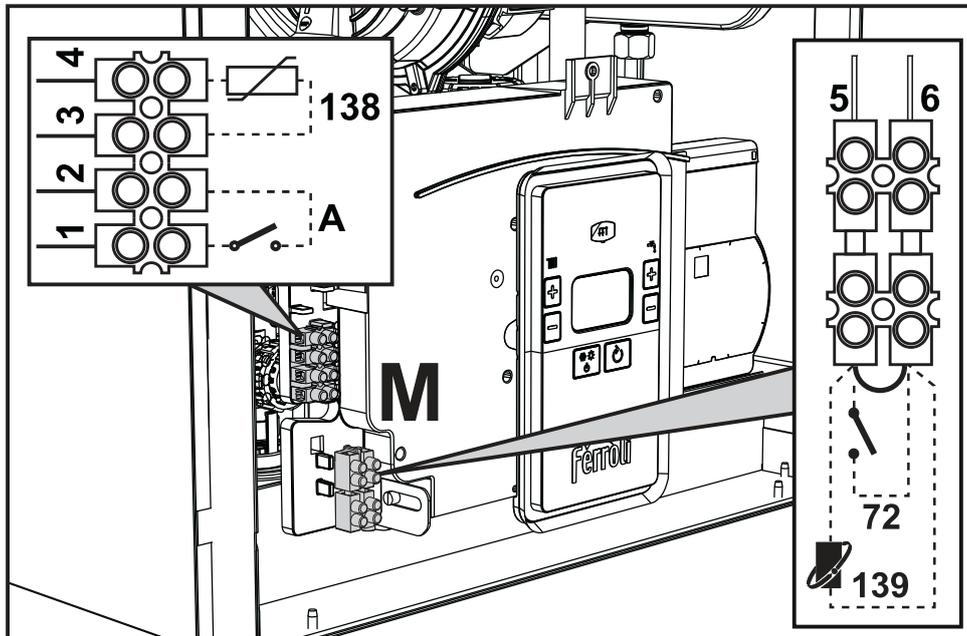
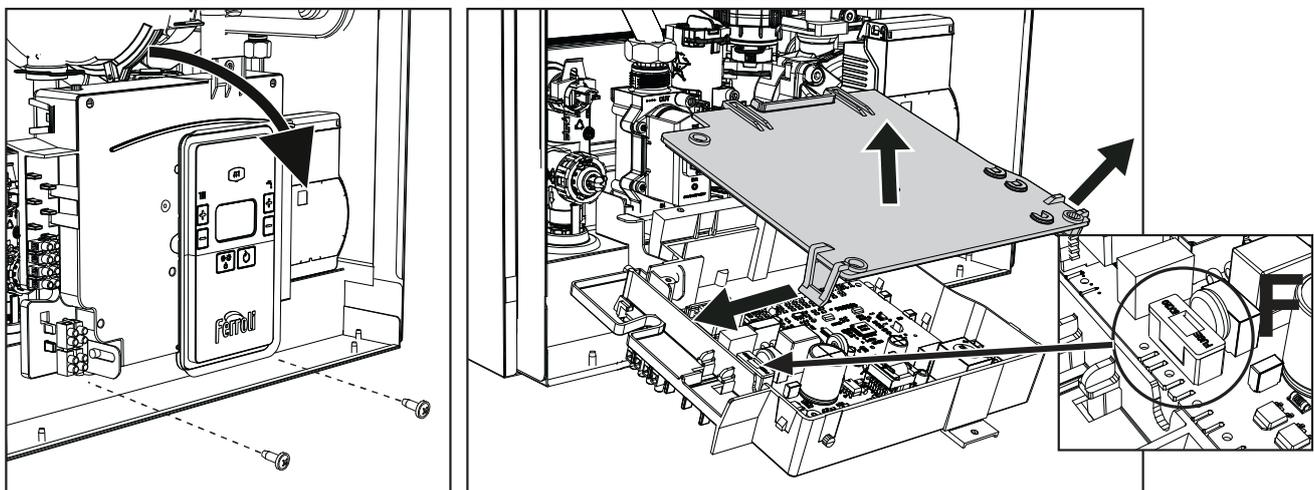

fig. 19
fig. 20
Après avoir retiré le panneau avant ( \*\*\* 'Ouverture du panneau avant' on page 71 \*\*\*), il est possible d'accéder aux borniers (M) et au fusible (F), en suivant les indications ci-après (fig. 19 et fig. 20). **Les borniers indiqués en fig. 20 doivent être du type à contacts propres (et non pas 230 V).** La disposition des barrettes pour les différentes connexions est reportée dans le schéma électrique au chapitre des données techniques fig. 39.
## Configuration interrupteur ON/OFF (A fig. 20)